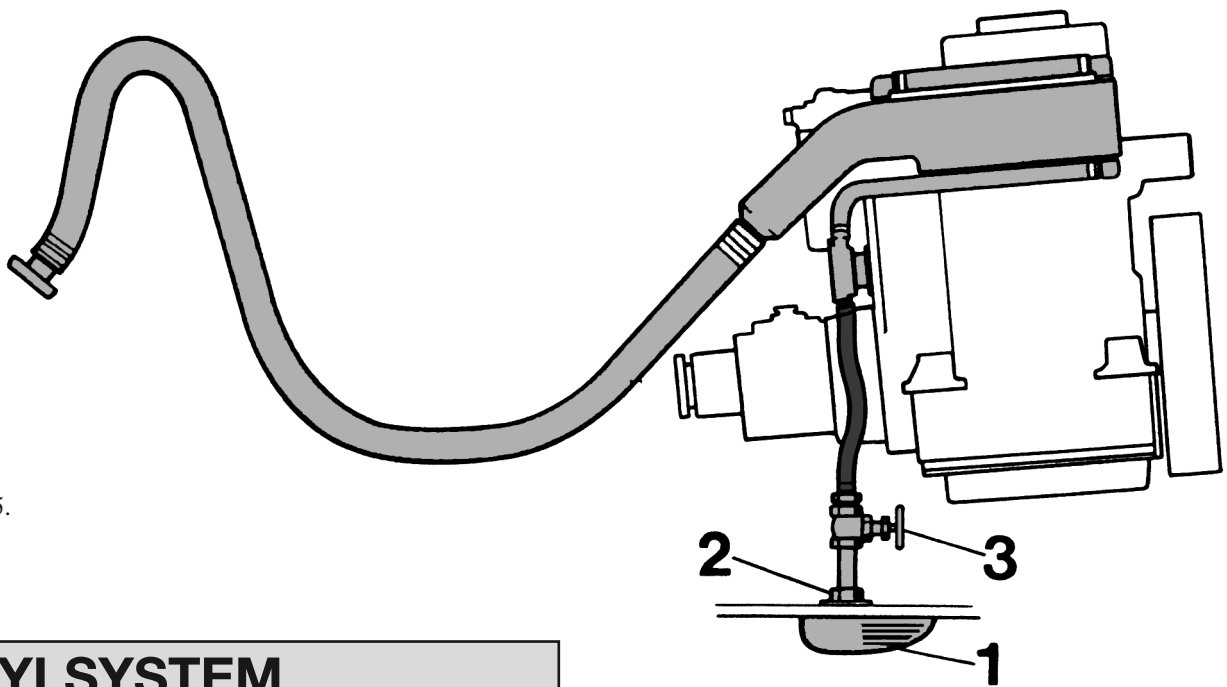
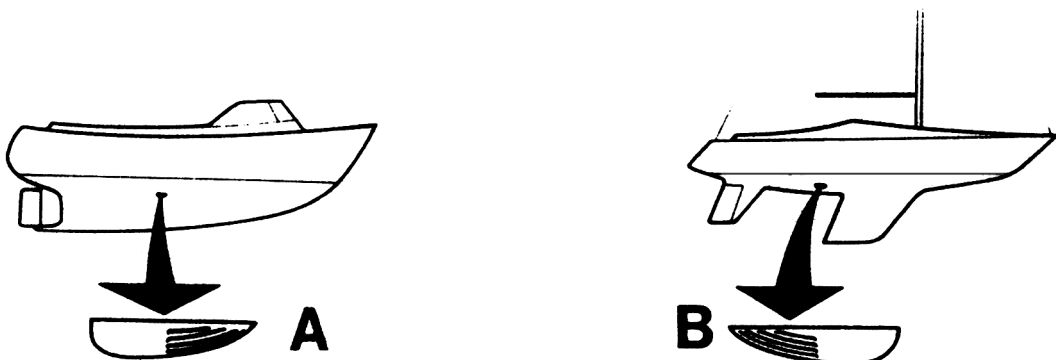

Fig 35.
Fig 36.
Fig 35 visar de anslutningsdetaljer som kan ingå i ett komplett kylsystem och texten nedan beskriver hur monteringen skall ske.
2. Montera bottensilen (1 fig 35) med öppningen (silen) riktad framåt ( "A" fig 36), utom för segelbåtar där öppningen (silen) skall vara riktad akterut vilket förhindrar att vatten trycks upp i kylvattenledningen vid segling ("B" fig 36). Stryk lämpligt tätningsmedel, t ex silikongummi, på anliggningsplanen. Drag fast bottensilen med muttern (2).
3. Montera bottenkranen och slanganslutningen (3). Använd tätningsmedel av icke torkande typ.